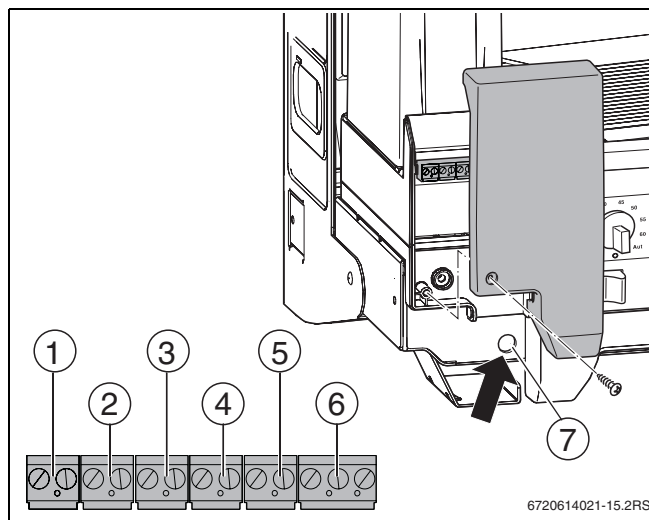

Bild 14 Anschlusskasten und Klemmleiste
- ▶ Schraube am Anschlusskasten lösen (→ Bild 14, Seite 26) und Deckel abnehmen.
- ▶ Anschluss an der Klemme RC (→ Bild 14, [2], - orange) vornehmen.
- ▶ Bei raumtemperaturgeführter Betriebsweise oder Verwendung als Fernbedienung: die Bedieneinheit an die Klemme RC (→ Bild 14, [2] - orange) anschließen.
- Module an Klemme RC anschließen (→ Bild 14, [2] - orange).
- Außentemperaturfühler an Klemme FA (→ Bild 14, [4] - blau) anschließen.
- Warmwasser-Temperaturfühler an Klemme FW (→ Bild 14, [5], Seite 26 - grau) anschließen.
- Kabel des externen 3-Wege-Ventils an der Klemmleiste (→ Bild 14, [6], Seite 26 - türkis) anschließen. Das 3-Wege-Ventil hat 3 Anschlüsse (→ Bild 77, Seite 83):